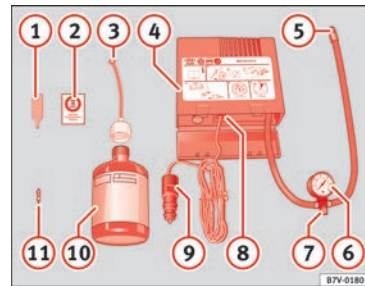

Fig. 50
- Desenrosque la caperuza y el obús de la válvula del neumático. Utilice el aparato » fig. 50 ① para extraer el obús. Colóquelo en una superficie limpia.
- Agite con fuerza la botella de sellante de neumáticos » fig. 50 ⑩.
- Enrosque el tubo de inflado » fig. 50 ③ en la botella de sellante. El precinto de la botella se romperá automáticamente.
- Retire el tapón del tubo de llenado » **fig. 50 ③** y enrosque el extremo abierto del tubo en la válvula del neumático.
- Vuelva a colocar el obús con el aparato » **fig. 50 ①** en la válvula del neumático.
- Enrosque el tubo de inflado del neumático del compresor » **fig. 50 ⑤** en la válvula del neumático.
- Compruebe que el tornillo de evacuación de aire está cerrado » **fig. 50 ⑦**.
- Acople el conector » **fig. 50 ⑨** a toma de corriente de 12 voltios del vehículo » **fig. 122**.
- Conecte el compresor de aire con conmutador ON/OFF » **fig. 50 ⑧**.